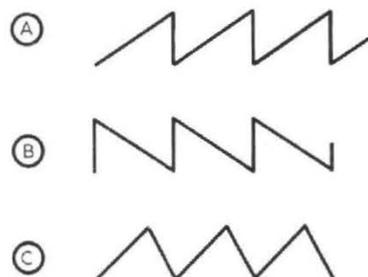

Fig. 7
Les signaux requis sont des signaux du type dent de scie plus ou moins imparfaite (voir figure 7). En (A) dent de scie montante parfaite, en (B) dent de scie descendante parfaite et en (C) dent de scie avec retour de durée finie, par exemple 1/6 de la durée de l'aller. En pratique l'aller est généralement courbe. Pour l'oreille il ne semble pas qu'il y ait de différence entre l'audition d'un son en dents de scie montante ou descendante. Le signal en dents de scie pos-